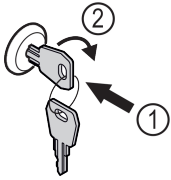

Fig. 172
- ▶ Introducir la llave Fig. 172 (1).
- ▶ Girar la llave 90° en sentido horario Fig. 172 (2).